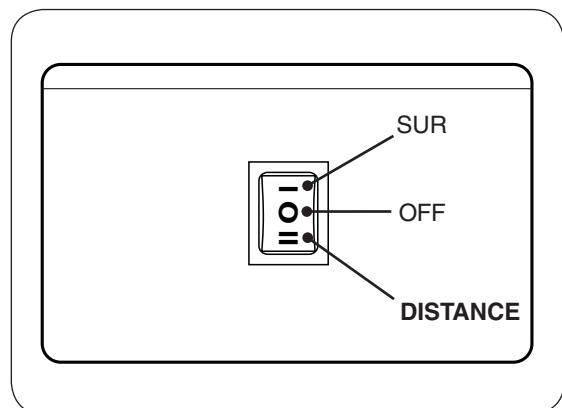

Fig. 12-1 Boîte de contrôle, détail interrupteur
1. Localisez le commutateur à 3 positions sur le boîtier de commande (voir Fig. 12-1). Appuyez sur l'interrupteur à la position REMOTE.